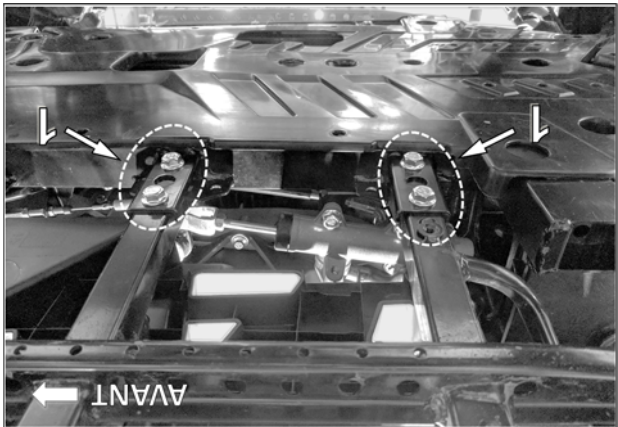

Fig. 3
4. Sous le véhicule, retirer les 4 boulons de fixation (1) du marche-pied qui sont le plus près de l'arrière du véhicule. Voir la Fig. 3